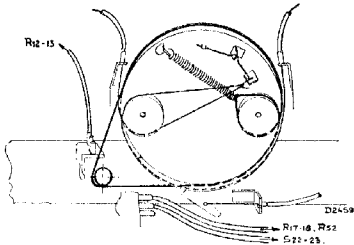

Fig. 15
9. Het aandrijftouw van de trommel afnemen (2 1/2 maal om het roandsel van de fijnegelunit, zie fig. 15).